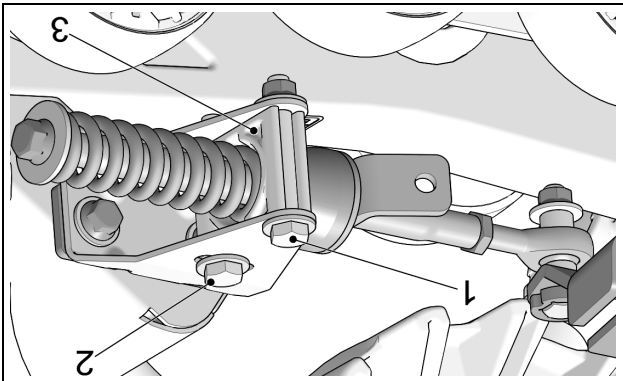

Figure 5
- Desserer les boulons (1) et (2) de l'ancrage anti-rotation afin de permettre à la plaque de support (3) de pivoter librement sur son axe. Voir la Figure 5.